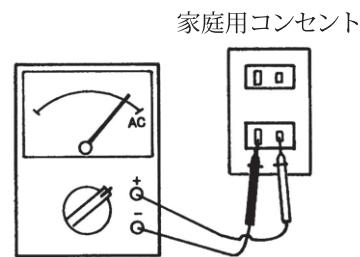

図5-5
- ①レンジスイッチを適切なACVレンジに切換えます。
- ②交流電圧なので、電源の極性に関係なく測定できますが、高電位側に赤色テストリードを、低電位側に黒色テストリードを接続(並列接続)するよう心がけてください。〔図5-5〕
- ③AC目盛上の指示値に一定の倍率を乗じて読みます。